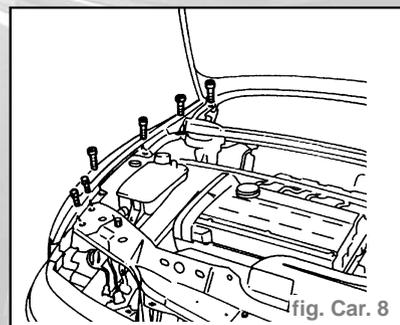

fig. Car. 8
- Dévisser les vis supérieures de fixation de l'aile au véhicule et du revêtement inférieur de la glace (fig. Car. 8).